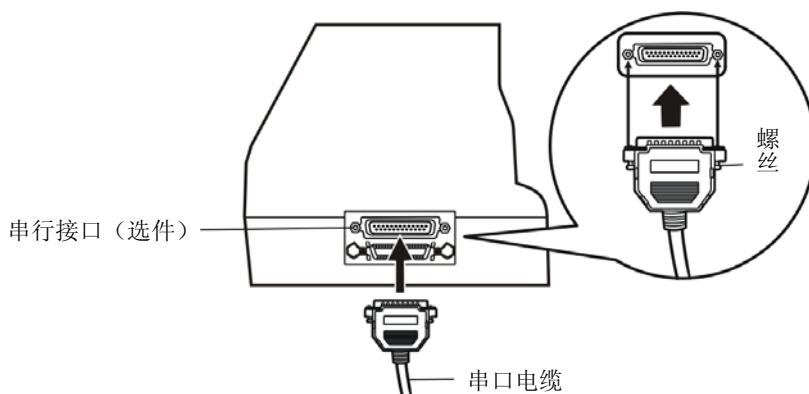

图 2-12 连接串口电缆
1. 关闭计算机与打印机的电源开关，将串口电缆插头连接到打印机的串行接口，拧紧两侧的螺丝，使插头固定（如图 2-12 所示）。